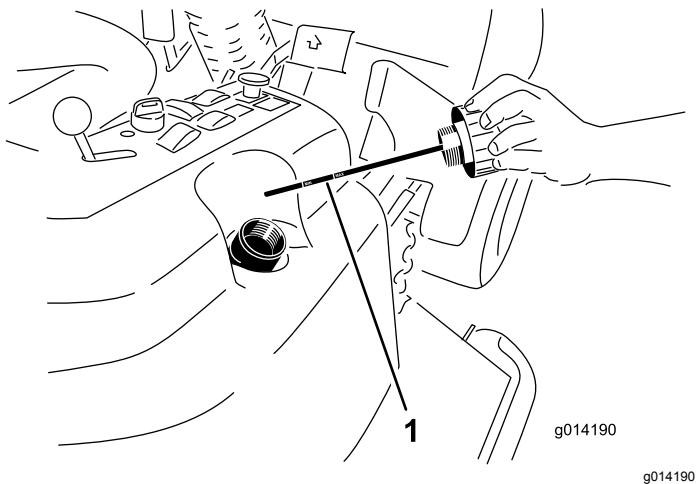

図 48
4. 油圧オイル給油口からキャップ(図 48)を取り、
5. ディップスティックを抜きウェスで一度きれいに拭く(図 48)。
- もう一度首まで完全にねじ込んでから抜き、オイルの量を点検する図 48。